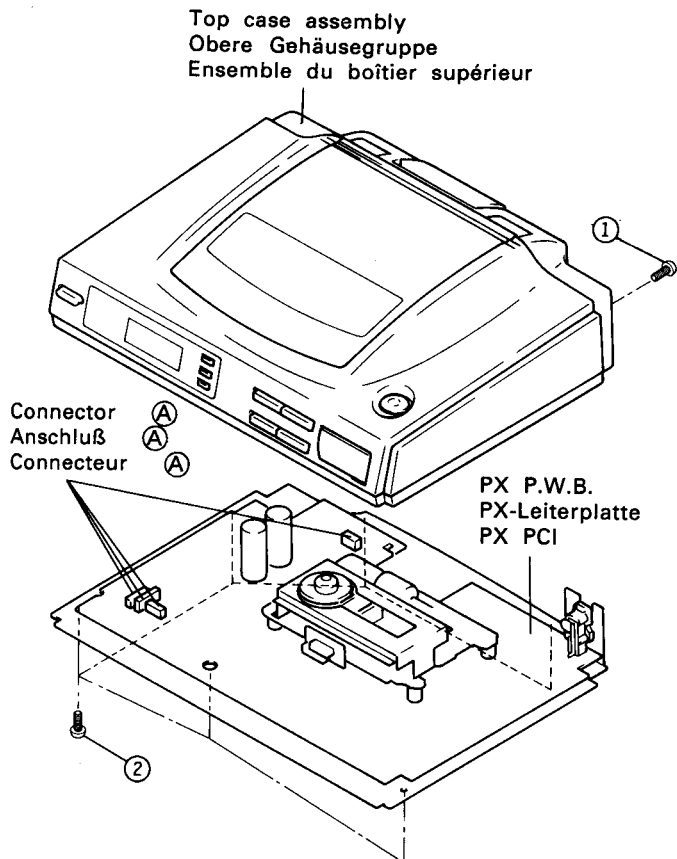

Fig.1
1. Oberes Gehäuse entfernen (Abb. 1)
1. Dépose du boîtier supérieur (Fig. 1)